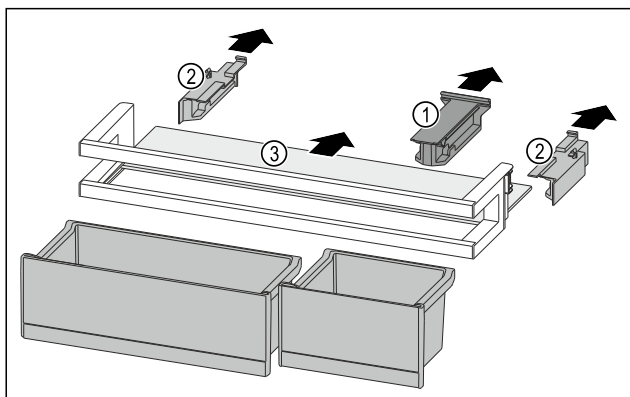

Fig. 275
- Trekk av holdedelen Fig. 275 (1).
- Trekk av sidedeler Fig. 275 (2).
- Fjern oppstillingsplassen Fig. 275 (3).